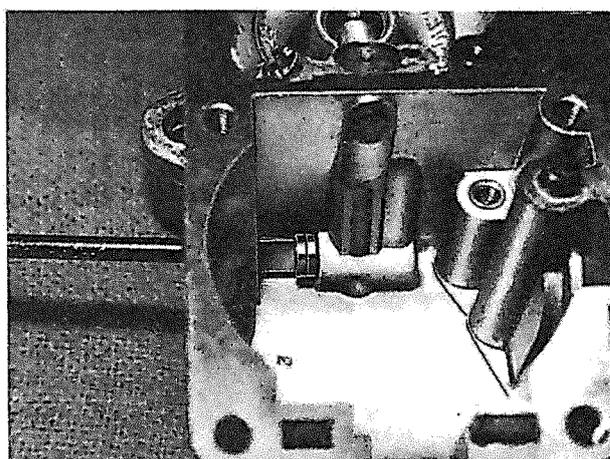

Bild 35
b) Hauptdüse, von außen nach Entfernen der Verschlusschraube zugänglich. **Bild 35**